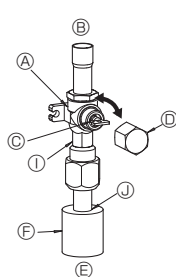

Fig. 4-7
- ① Fjern dækslet, og drej ventilspindlen mod uret så langt som muligt vha. en 4 mm sekskantet skruenøgle. Stop med at dreje, når den når stopperen. (ca. 10 omgang)
- ② Kontrollér, at stopventilen er helt åben og drej hættten tilbage til den oprindelige position.
- (2) Stopventilens gasside (Fig. 4-7)
- ① Fjern hættten, træk håndtaget mod dig selv, og drej 1/4 omgang mod uret for at åbne.
- ② Kontrollér, at stopventilen er helt åben, tryk håndtaget ind, og skru hættten på igen.